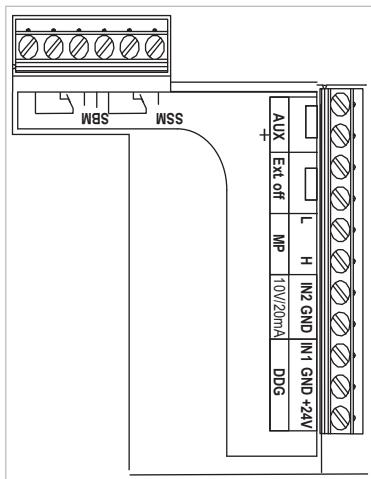

Fig. 24: Terminais de controlo
- Terminais de controlo (Fig. 24)